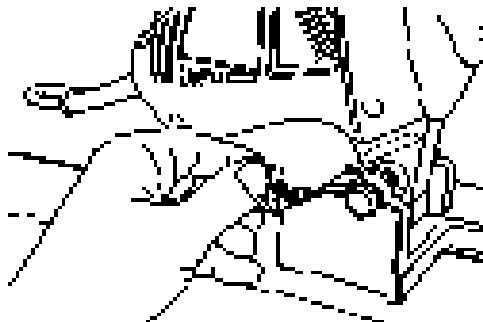

Рис. 9 Регулировка глубины заточки
4. Отрегулируйте глубину заточки зуба (рис.9)